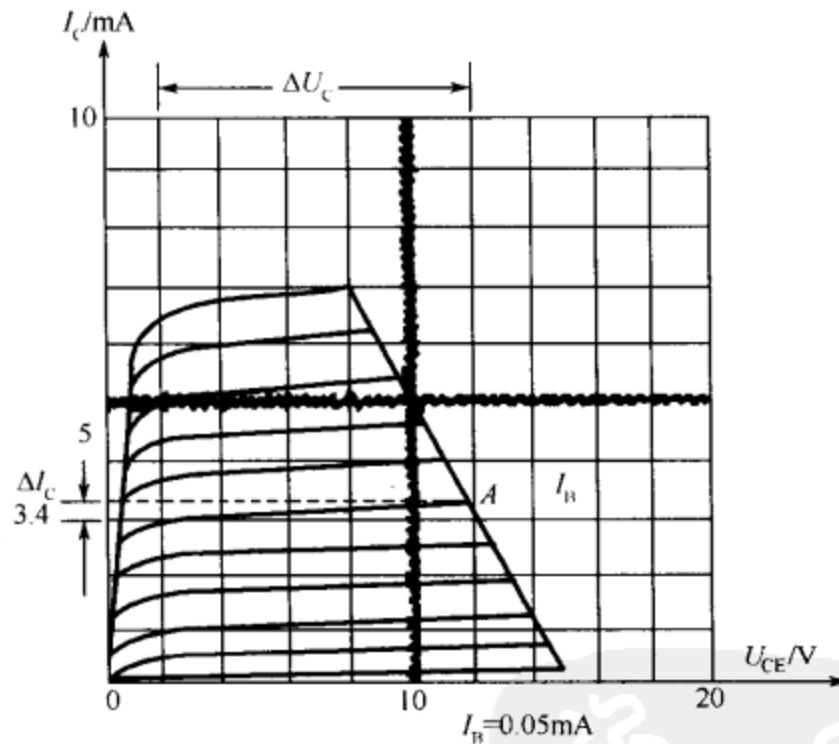

图 5-12 输出特性曲线簇
(1)输出特性曲线簇的测定。将测试选择旋钮置晶体管 A 挡或 B 挡;接地选择旋钮置于“发射极接地”;晶体管插入选择插孔的相应“极性”的引脚中;X 轴作用置于“2V/度”;Y 轴作用置于“1mA—V/度”;阶梯作用选择开关置于“重复”;阶梯选择旋钮置于“0.01mA/级”;基极阶梯信号的极性选择旋钮置于“+”;集电极扫描信号的极性选择旋钮置于“+”;级/簇调节旋钮置于“10 级”;级/s 选择开关置于“200”;峰值电压调节旋钮置于“0V~20V”;功耗限制电阻选择旋钮置于“1kΩ”。然后逐渐增加峰值 $U_{CE}=12.5V$ 时,其输出特性曲线簇如图 5-12 所示。